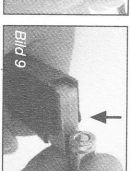

Bild 9
- 5 Heben Sie die Pistole in die Höhe, halten Sie Ihren Arm so gut wie möglich straff ausgestreckt und vergewissern Sie sich, dass Sie die Pistole von sich fern halten (Bild 9).